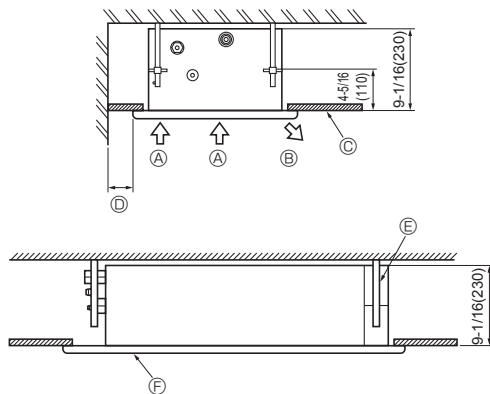

Fig. 2-2
2.2. Espace nécessaire pour le service technique (Fig. 2-2)